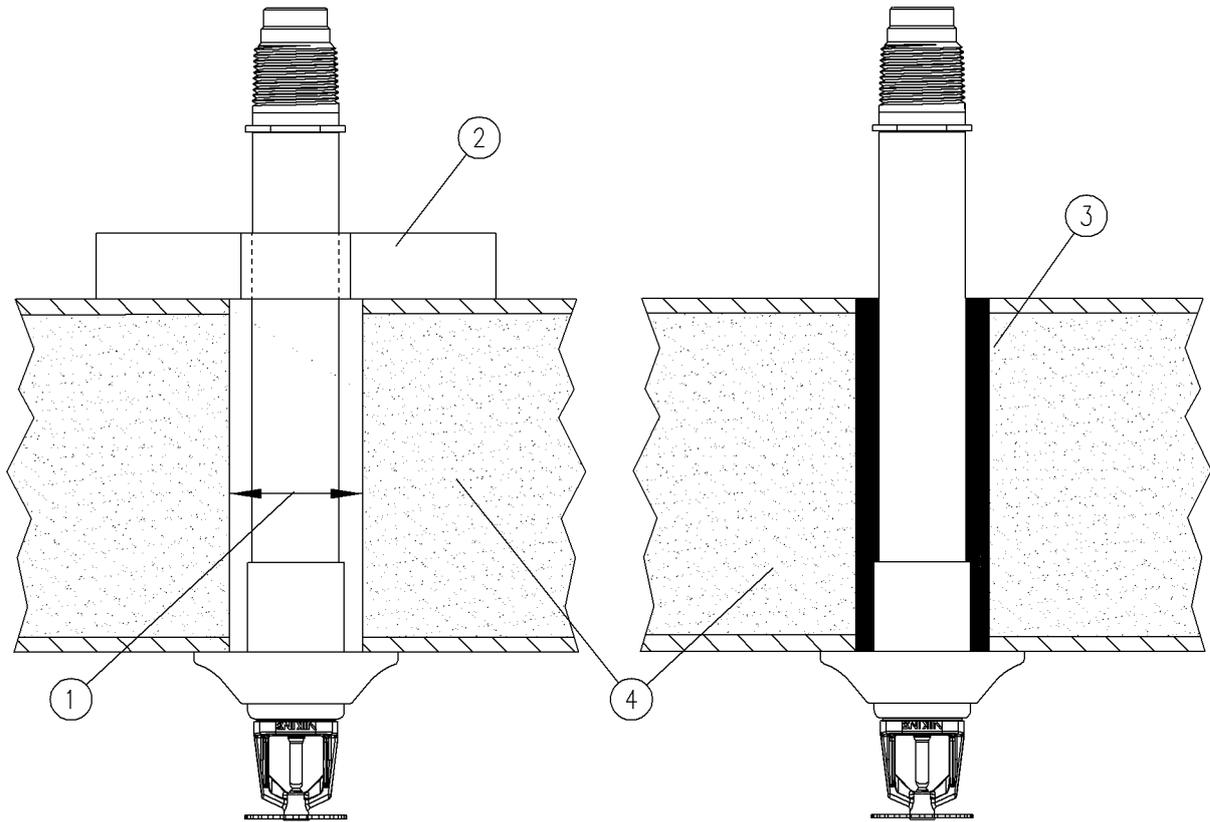

Abb. 8: Dichtung an der Außenseite (links); Dichtung in der Decke (rechts)
Um das Eindringen von Luft in den geschützten Bereich und die daraus resultierende Kondensatbildung um den Sprinklerkörper, welcher den Betrieb behindern oder eine vorzeitige, ungewollte, Auslösung verursachen könnte, zu vermeiden, muss der Zwischenraum um das Fallrohr (Abb. 8/1) in geeigneter Weise abgedichtet werden.
- ➔ Die Durchgangsöffnung (Abb. 8/1) mit der Isolierdichtung (Abb. 8/2) oberhalb der isolierten Decke (Abb. 8/4) abdichten.
- ➔ Die Durchgangsöffnung (Abb. 8/1) innerhalb der isolierten Decke (Abb. 8/4) mit einem geeigneten Dichtmittel abdichten.